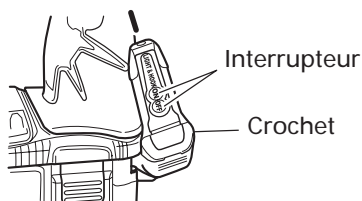

Fig. 9
(1) Appuyer sur l'interrupteur pour allumer la lampe. Si on l'oublie, la lampe s'éteint automatiquement 15 minutes plus tard. (Fig. 9)